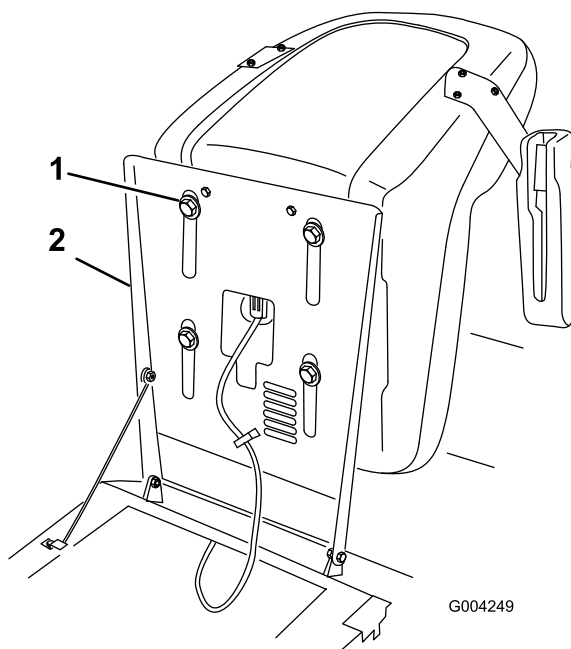

Figura 19
1. Suba el asiento y afloje los pernos de ajuste (Figura 19).